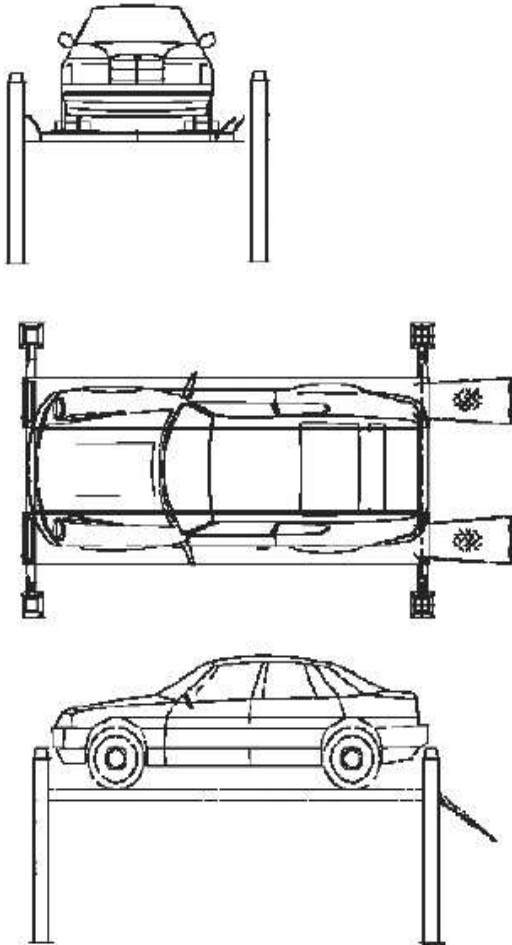

Рис. 16
- Убедитесь в правильном расположении ТС на подъемнике. Рис. 16